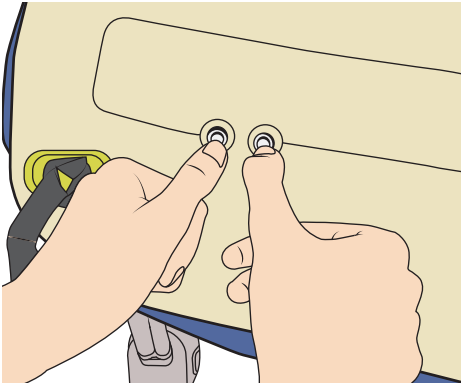

Figura 61
3. Empurre o centro das 2 válvulas para esvaziar a almofada de assento Auralis. Consulte a Figura 61